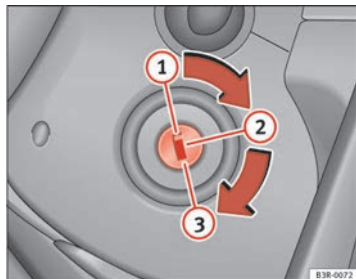

Fig. 148 Posizioni della chiave
- Girare la chiave d'avviamento in posizione ① (⇒ pag. 180, fig. 148).